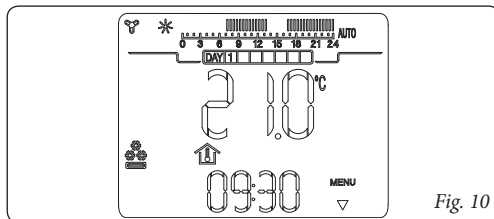

Fig. 10
- **Modalità controllo chiller (8).** E' possibile abilitare il CRONO 7 al controllo di un chiller per il raffreddamento di ambienti (per l'abilitazione di questa funzione vedere paragr. 9.3). In modalità "raffreddamento" il CRONO 7 può funzionare in modo automatico o manuale per la descrizione del funzionamento vedi capitolo 6. Sul display viene visualizzato il giorno e l'ora corrente, la temperatura ambiente e la barra oraria con la programmazione giornaliera del timer raffreddamento unitamente ai relativi simboli (fig. 10).